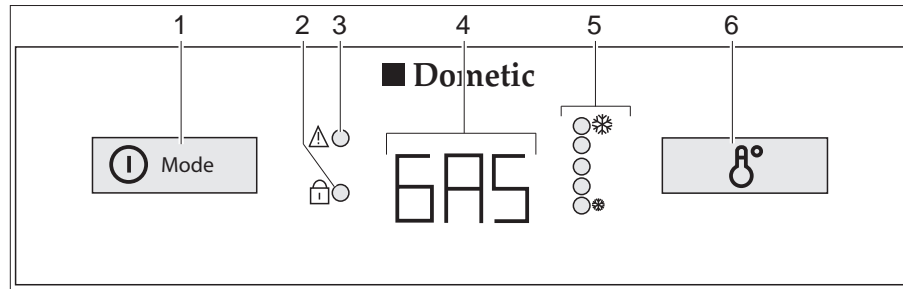

Bild 244 Bedienelemente für den Kühlschrank (Dometic 8er-Reihe mit AES)
Bei Störungen blinkt die Anzeige-LED Störung "⚠" (Bild 244,3).
Wenn die 230-V-Versorgung **nicht** angeschlossen und der Fahrzeugmotor **ausgeschaltet** ist, wählt das AES die Gasversorgung. Beim Anwählen des Gasbetriebs wird die Zündsicherung automatisch geöffnet, so dass Gas zum Brenner strömen kann. Gleichzeitig wird der elektronische Zünder eingeschaltet. Erlischt die Gasflamme, z. B. durch einen Luftzug, wird der Zünder sofort aktiviert und zündet das Gas wieder an. Bei Störung im Gasbetrieb blinkt in der Betriebsanzeige (Bild 244,4) der Text "GAS".
Nach dem Einschalten wählt der Kühlschrank automatisch die mittlere Thermostateinstellung. Diese Einstellung kann manuell mit dem Schalter für die Temperatureinstellung (Bild 244,6) nachgeregelt werden. Die Anzeige-LEDs (Bild 244,5) zeigen die gewählte Thermostateinstellung an. Mit dem Schalter wird die Kühltemperatur für alle drei Energiearten eingestellt. Es dauert einige Stunden, bis der Kühlschrank die normale Betriebstemperatur erreicht hat. Beim Umschalten der Betriebsart wird die Thermostateinstellung beibehalten. Die Kühltemperatur wird unabhängig von der Energieart beibehalten.
- Den Einschalter/Energie-Wahlschalter (Bild 244,1) 2 Sekunden lang drücken, um das Gerät einzuschalten. Die zuletzt gewählte Betriebsart wird in der Betriebsanzeige (Bild 244,4) angezeigt.
- Mit dem Einschalter/Energie-Wahlschalter (Bild 244,1) die Energieart wählen.
- Die Kühltemperatur am Schalter für Temperatureinstellung (Bild 244,6) einstellen. Die Anzeige-LEDs (Bild 244,5) zeigen die gewählte Thermostat-Einstellung.
- Den Einschalter/Energie-Wahlschalter (Bild 244,1) 2 Sekunden lang drücken. Alle Anzeigen erlöschen.